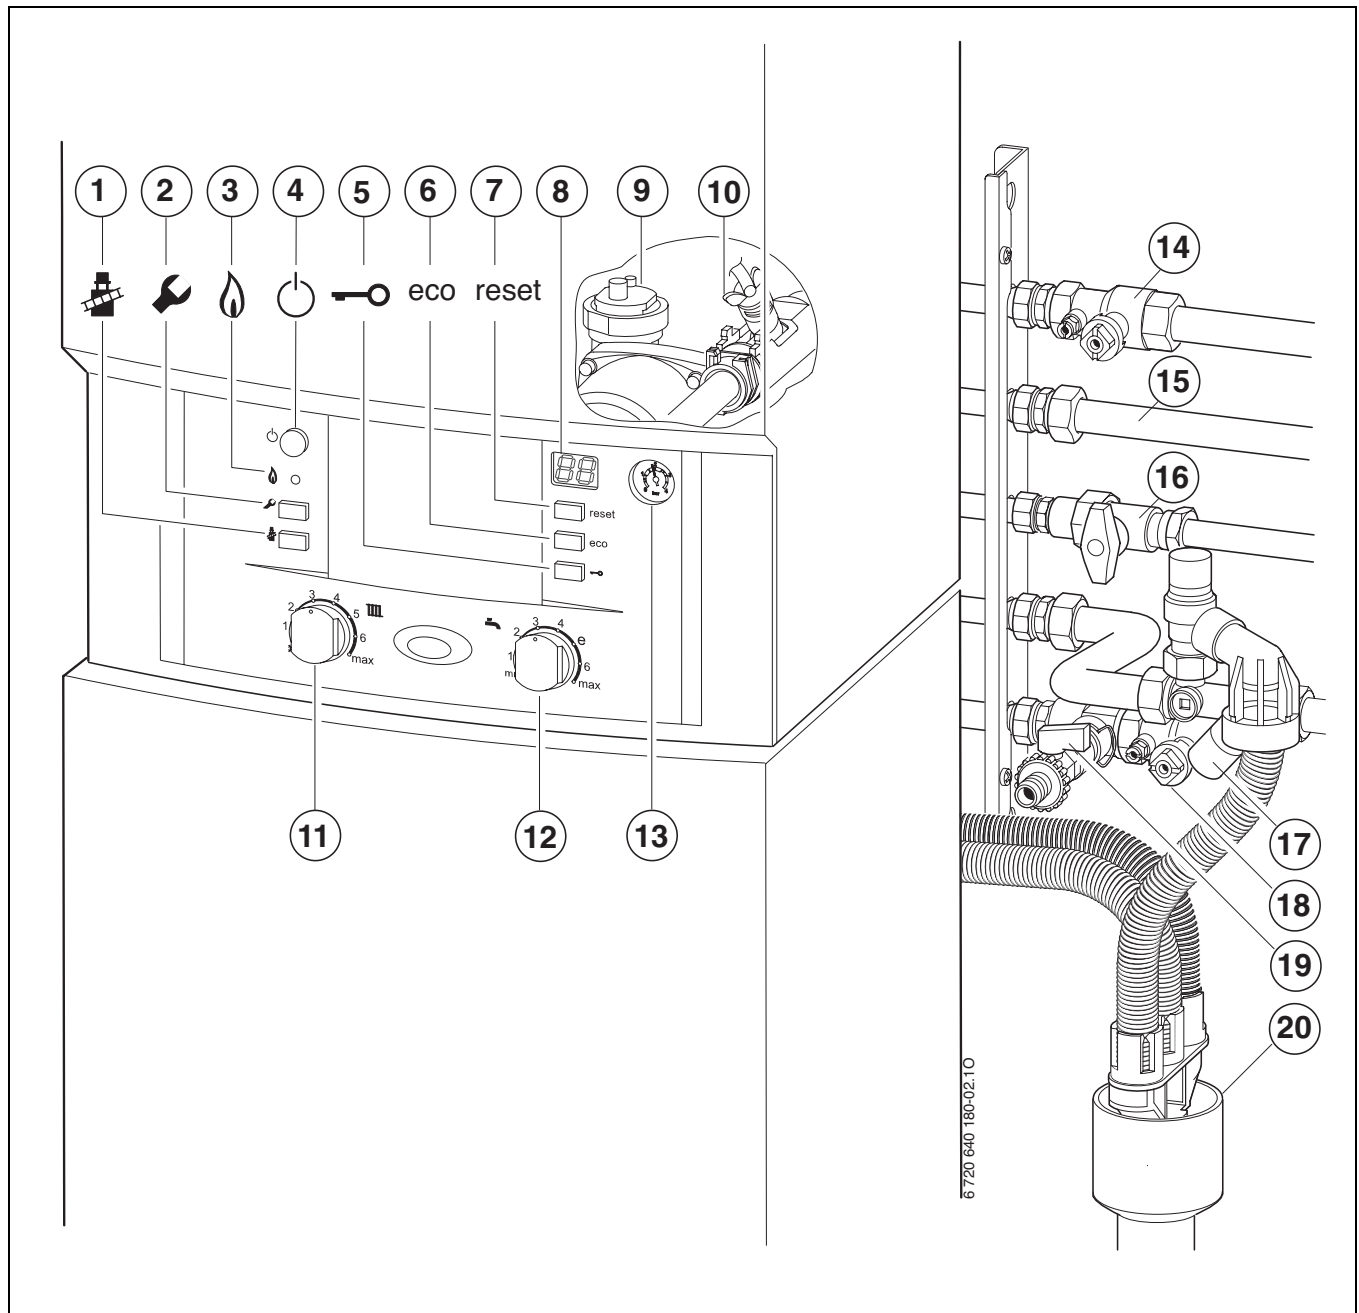

Рис. 35
- ▶ Відкрити кран для прямої та зворотної лінії опалення (→ Рисунок 35, [14] та [18]) та наповнити опалювальну установку на 1-2 бара та закрити кран для наповнення (ззовні).